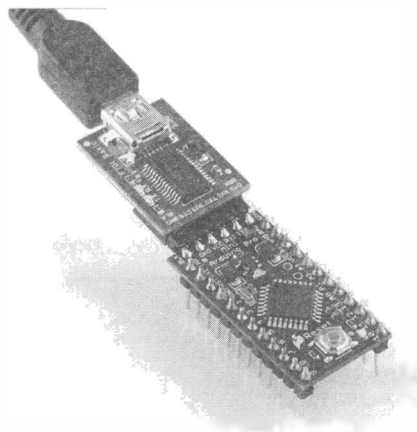

Рис. 4.9. Конвертер USB-to-serial и Arduino Mini
- ◆ для Arduino Micro — это micro-USB, а для программирования контроллера Arduino Mini и Pro Mini потребуется конвертер USB-to-serial (рис. 4.9), т. к. у них отсутствует стандартный интерфейс для подключения их к компьютеру.